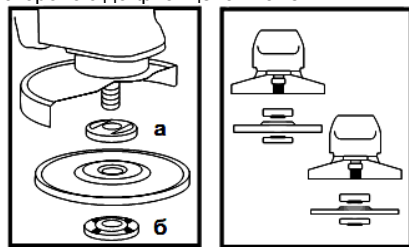

Рисунок 2
5.4 Встановіть на виріб шліфувальний або відрізний круг. Для цього натисніть на кнопку фіксації шпинделя (1) і поверніть шпindel до такого положення, при якому він зафіксується. За допомогою вилочного ключа з комплекту виробу відверніть і зніміть затискну гайку (б) (дивіться рисунок 2). Встановіть шліфувальний диск на посадкове місце фланцевої шайби (а) (рисунок 2), наживить рукою затискну гайку на шпindel і затягніть її ключем з комплекту виробу.